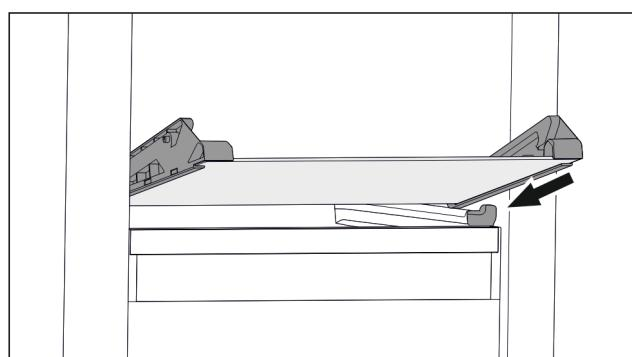

Fig. 64 Sklenená doska sklopnej zásuvky
- ▶ Nasadte sklenenú dosku šikmo za zarázkami. (pozri Fig. 64)